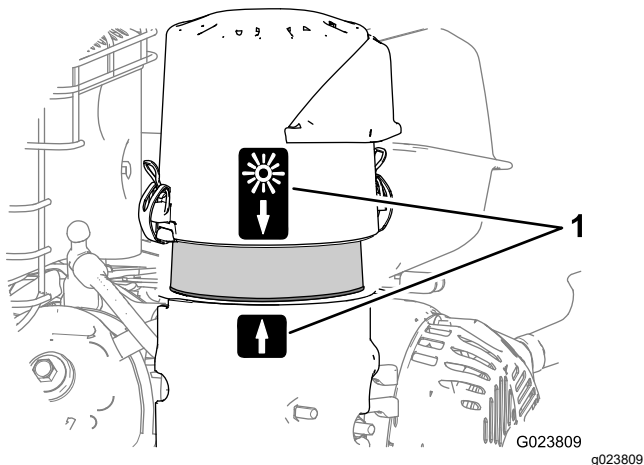

Рисунок 33
8. Совместите наклейку со стрелкой на крышке воздухоочистителя с наклейкой со стрелкой на основании (Рисунок 33).